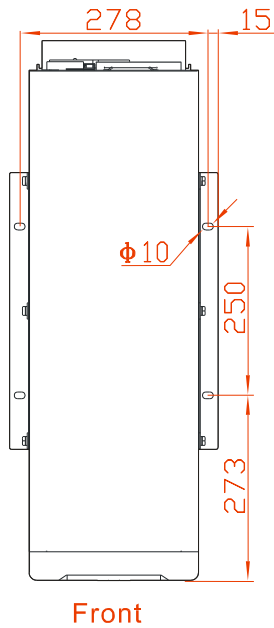

Рис. 3-8 10/10S/15/15S/20/20S отверстия для монтажа в раме ИБП (вид сверху)
Step 3 Просверлите 4 отверстия $\phi 10$ мм в полу с помощью ударной дрели, в соответствии с расположением отверстий в раме устройства, как показано на Рис. 3-8, Рис. 3-9.